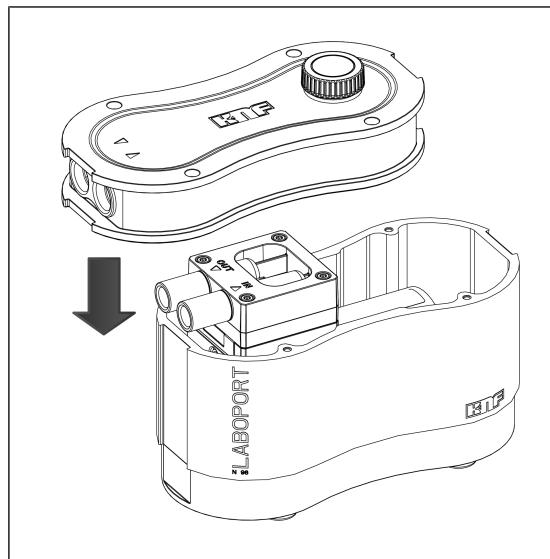

Fig.12: Colocar la tapa de la carcasa
1. Colocar con cuidado la tapa de la carcasa (Fig. 7/2) sobre la carcasa de la bomba (3) (ver Fig. 12).